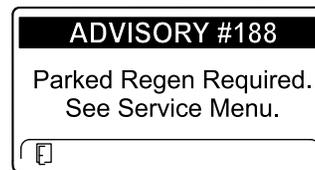

Figura 76
- Richiesta di rigenerazione parcheggiata ADVISORY #188 (Figura 76)